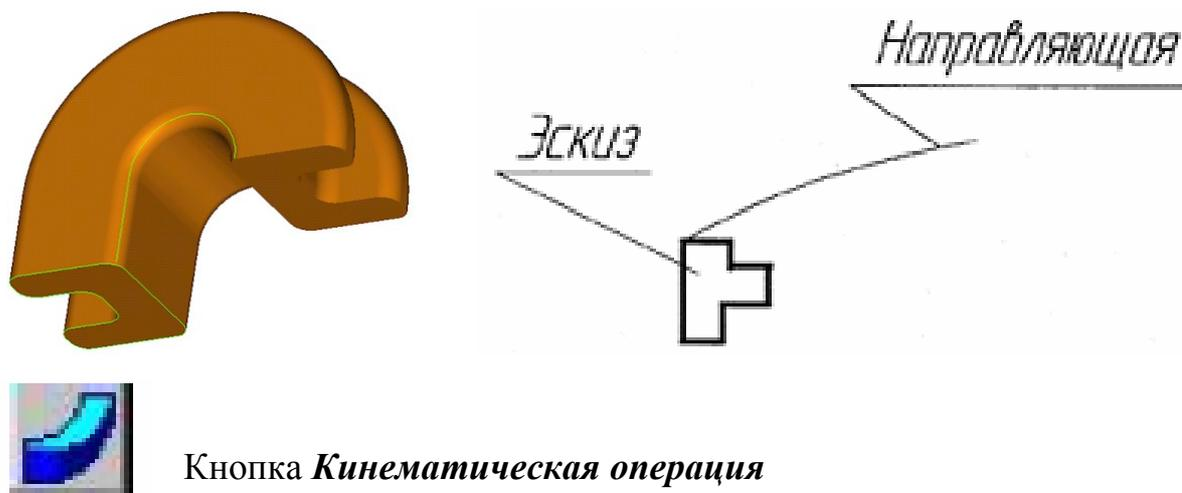

Рисунок 4
3. **Кинематическая операция**, когда эскиз перемещается вдоль указанной направляющей (рисунок 4).